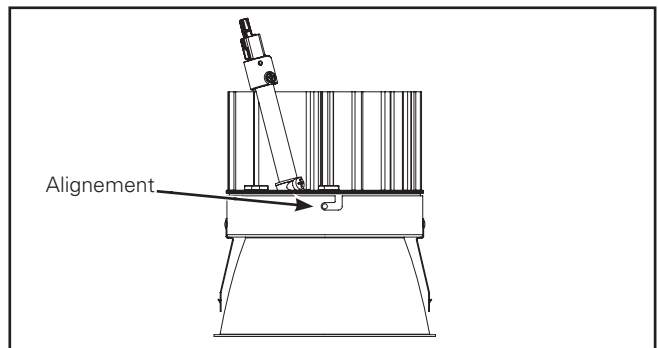

Figure 6.
- Insérez le moteur lumineux à DEL dans la garniture inférieure. Alignez les trous de vis du moteur lumineux à DEL avec les fentes de vis de la garniture inférieure (Figure 6.).